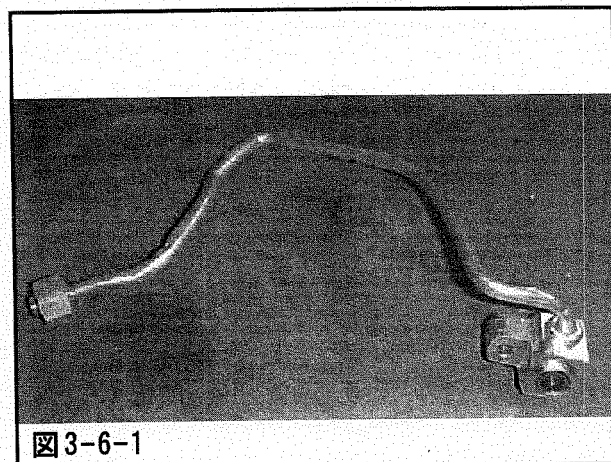

図3-6-1
- (1) 純正エアコンパイプ(レシーバタンク⇄車両側)を車両側取付け部にあうように図のように曲げてください。(図3-6-1)